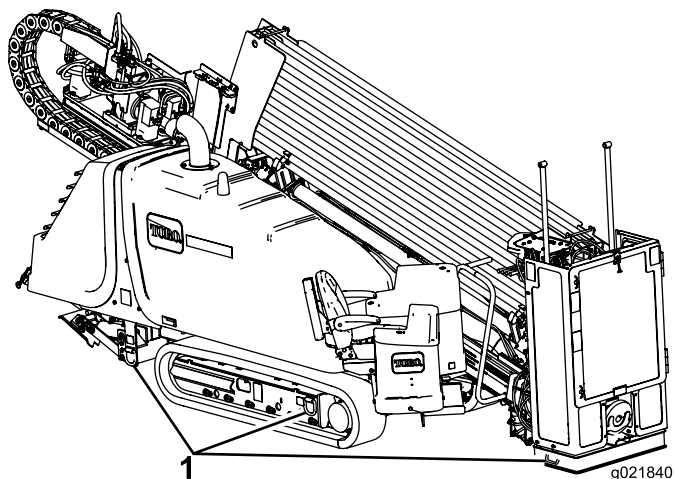

Figura 71
8. Usando correntes e cintas com resistência adequada, prenda os anéis nas laterais das esteiras esquerda e direita e da placa de ancoragem ao reboque (Figura 71).